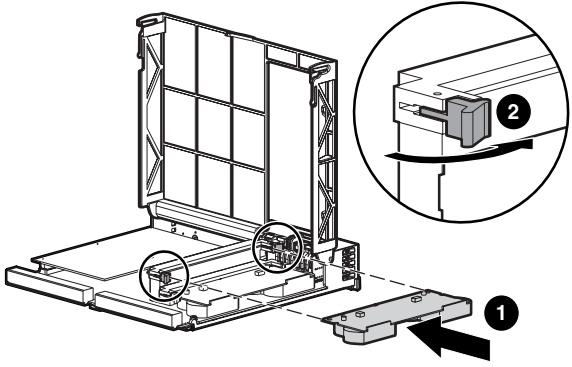

Figure 9 : Installation du module
1. Faites glisser le module dans le contrôleur ❶. Assurez-vous que les loquets latéraux sont entièrement engagés ❷. Reportez-vous à la Figure 9.